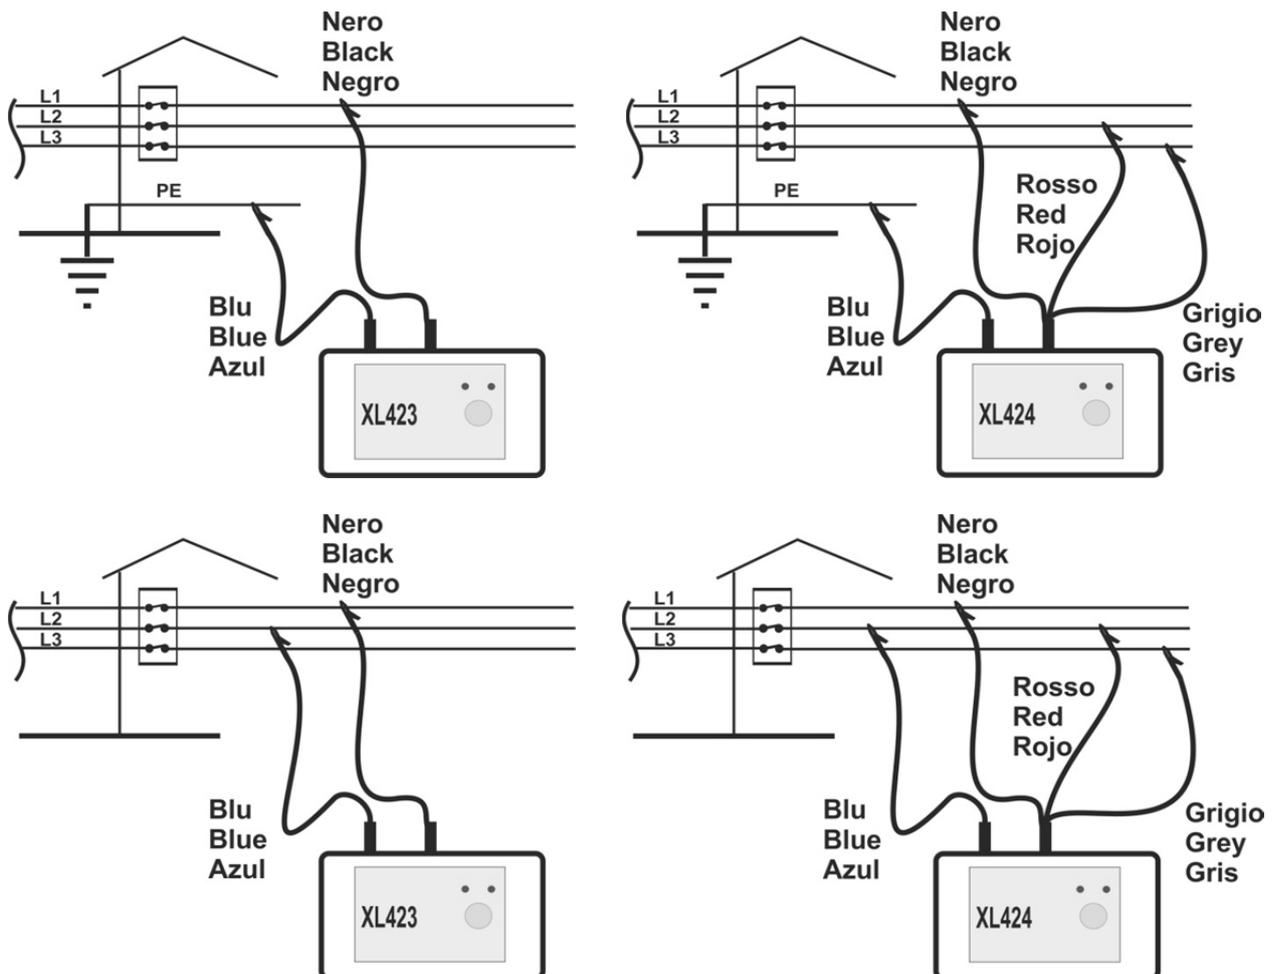

Fig. 4: Ligação do instrumento num sistema Trifásico 3-fios
3. Ligar os terminais com crocodilo à instalação respeitando as ligações indicadas na Fig. 4